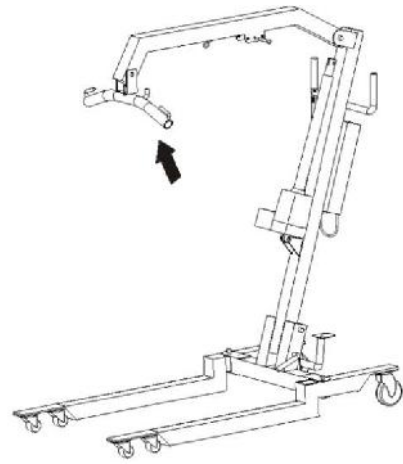
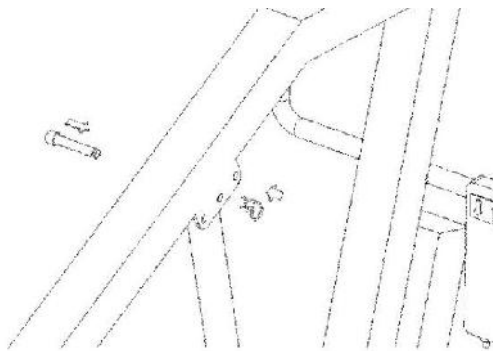

Figura 10. Como elevar el brazo de la grúa.
Figura 11. Como asegurar el actuador al brazo de la grúa.
5. Eleve el brazo de la grúa, (ver figura 10) libere el actuador de la banda de velcro y asegúrelo a la platina ubicada en el brazo empleando el pasador que se encuentra colgando de este. Asegúrese de poner el pin que evita que el pasador se salga de la platina. (ver figura 11)